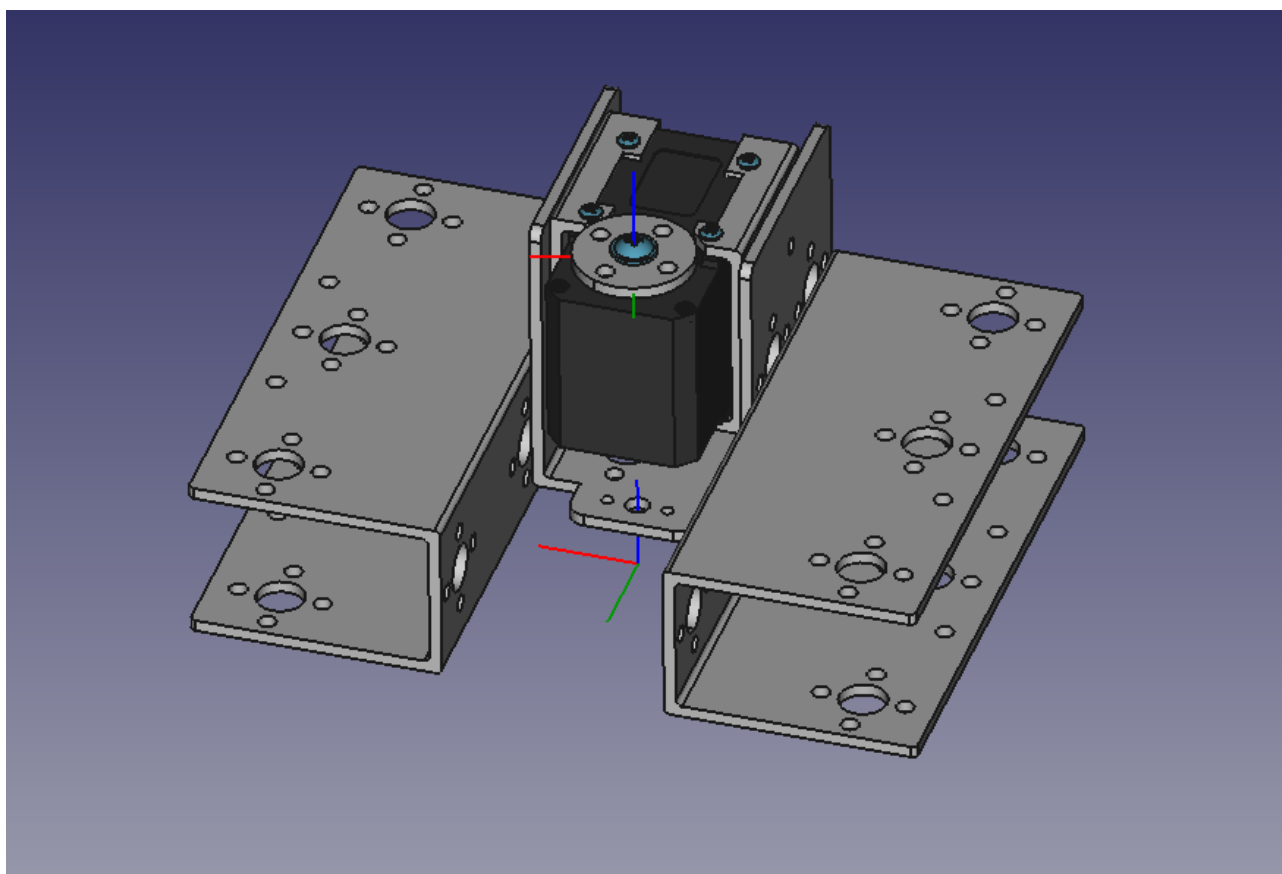

Рис.14. Звено Base_link
10. Отключить визуализацию всех LCS элементов сборки Base_link, кроме LCS_Origin (Base_link) и LCS_Rotor (Box_A1) для исключения загромождения картинки сборки Base_link. Сборка узла сервомотора (Base_link) представлена на Рис.14.